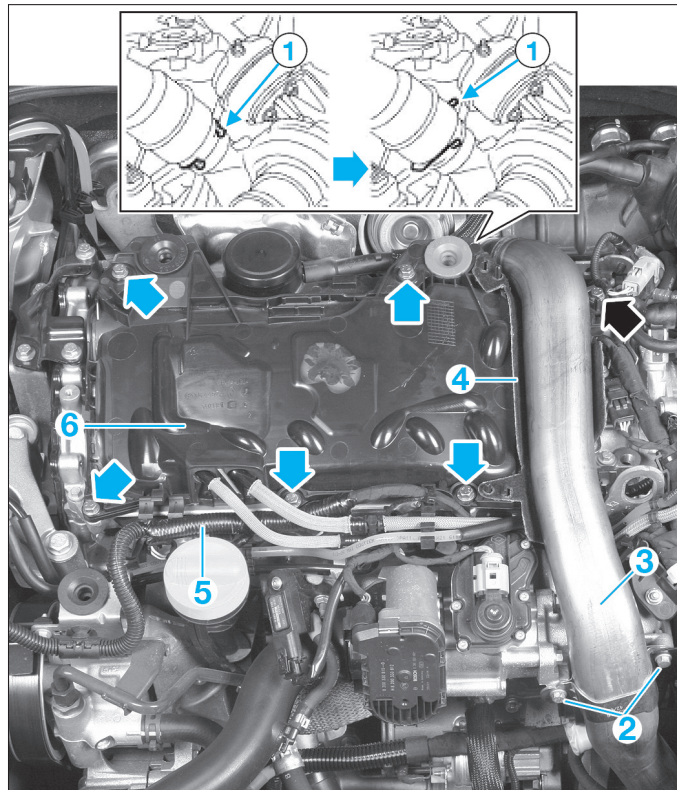
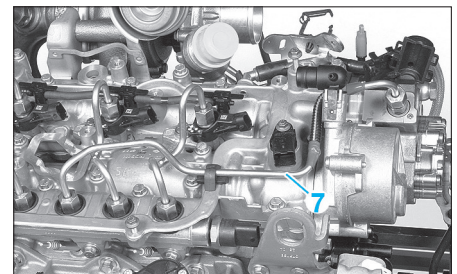

FIG. 41
FIG. 42
- Pivoter l'agrafe (1) du conduit d'air (3) sur le turbo (fig. 41).
- Déposer les vis (2).
- Écarter le conduit d'air (3).
- Déposer la protection (4).
- Dégraffer le faisceau électrique (5) des bougies de préchauffage et du filtre à gazole.
- Déposer le protecteur de rampe d'injection (6) (6 vis).
- Déposer le tuyau haute pression pompe-rampe (7) en commençant par le raccord du côté rampe puis côté pompe (fig. 42).
- Déposer le tuyau haute pression pompe-rampe (7) en commençant par le raccord du côté rampe puis par celui côté pompe (fig. 42).